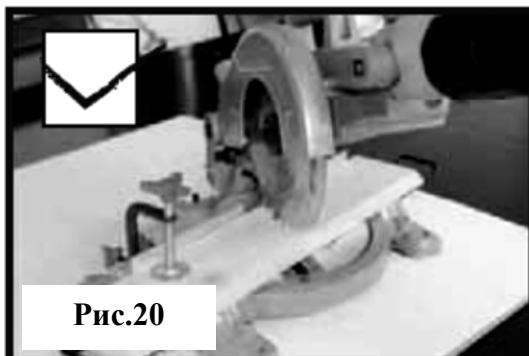

Рис.20
**Как правильно использовать зажим при пилении под углом (рис.20,21)?**